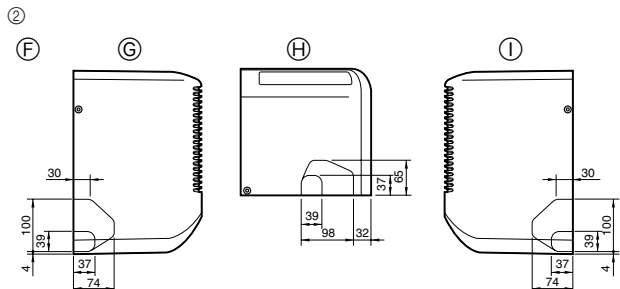

Fig. 4-4
- ② Determine la posición de los agujeros ciegos en la unidad (Fig. 4-4)